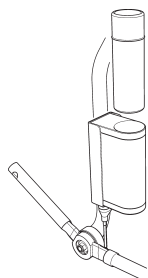

Fig. 11
1. Estrarre la batteria dal sistema di aggancio (si veda la fig. 11). La batteria è tenuta in posizione da un magnete. Per rimuoverla, basta estrarla dalla centralina situata sul sistema di aggancio.